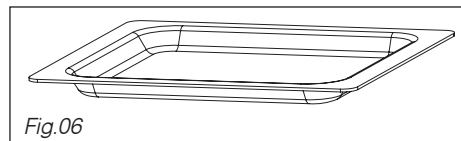

Fig.06
• **La lèchefrite en verre** (fig.06) :